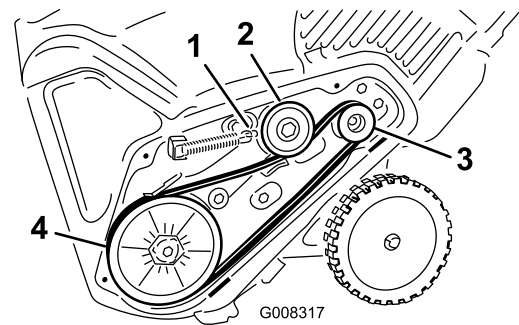

Bild 37
8. Haken Sie die Feder wieder in den Spannarm ein (Bild 37).
5. Setzen Sie den neuen Treibriemen ein, siehe (Bild 37).